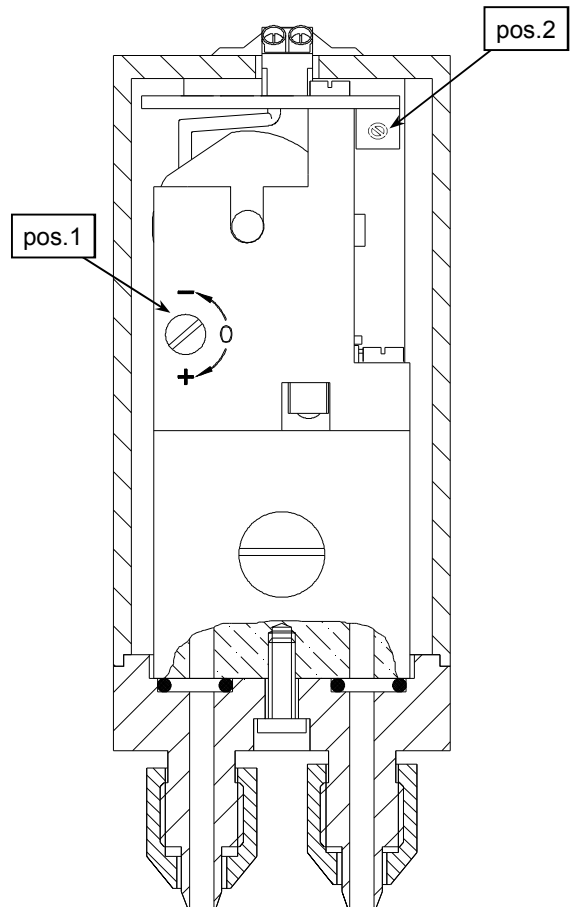

Fig. 2
3. Collegare i fili alla morsettiera interna (pos.11fig.2) contrassegnata con +e -.
3. Connect the wires to the screw terminals marked + and - (item 11 fig.2).
Nota: Il convertitore è già calibrato in fabbrica e non richiede alcuna messa in funzione particolare. Comunque, una volta in opera, se il segnale in uscita si discostasse dal valore minimo, agire sulla vite di azzeramento (pos.1, fig.2) per riportarlo allo stato iniziale.
3. Ruotare la vite di azzeramento (pos.1 fig.2) fino a che la pressione in uscita sia pari al valore di inizio scala desiderato (p.es. 3 psi).
Note: The I to P converter is factory set and should not require any commissioning. However, should the output signal be low then the zero may be adjusted by rotating the zero adjustment screw (item 1, fig.2).
3. Rotate screw (item 1 fig.2) until the output reaches the desired value. The converter is now commissioned.
3. Girare la vite potenziometrica (pos. 2 fig.2) variando la pressione di fondo scala (p.es. 20 psi).
5. Eseguire il nuovo azzeramento (p.es. 2 psi) con la vite 10 (fig.2).
3. Turn the screw (item 2 fig.2) until to reach the highest value of the span (e.g. 20 psi)
5. Set the new zero point (e.g. 2 psi) by means of the screw 10 (fig.2).